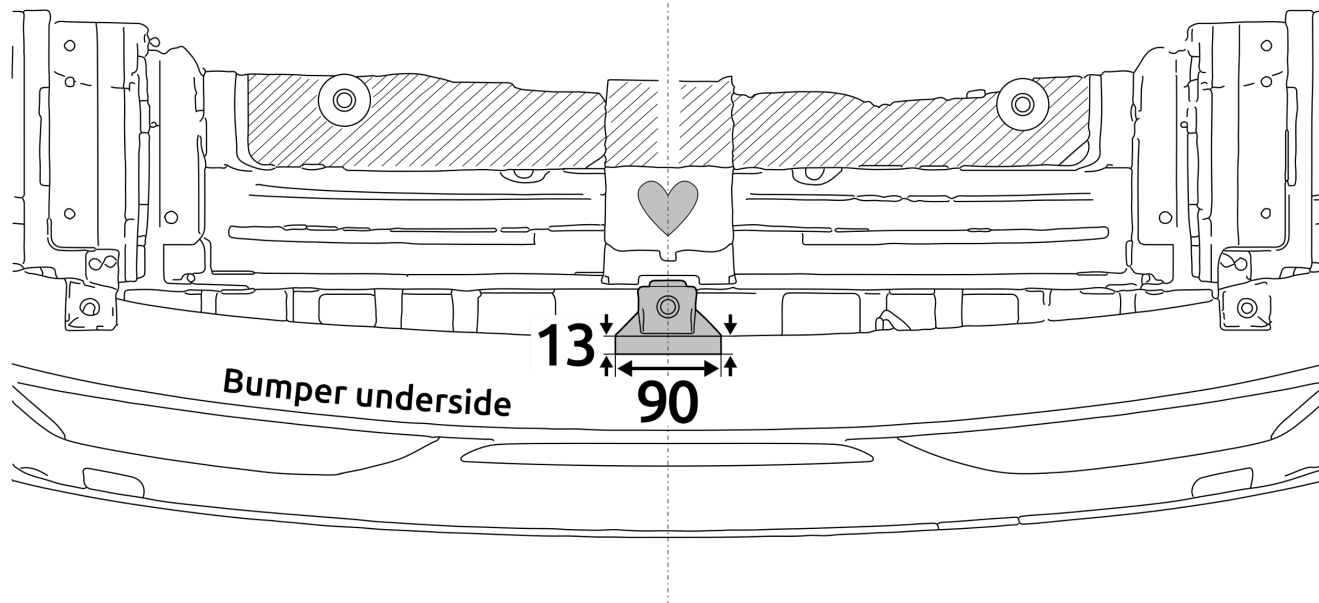

Fig. 3
10. (Omoda 5 SHS) Выпилить часть из бампера в середине снизу, как указано на рис. 3.